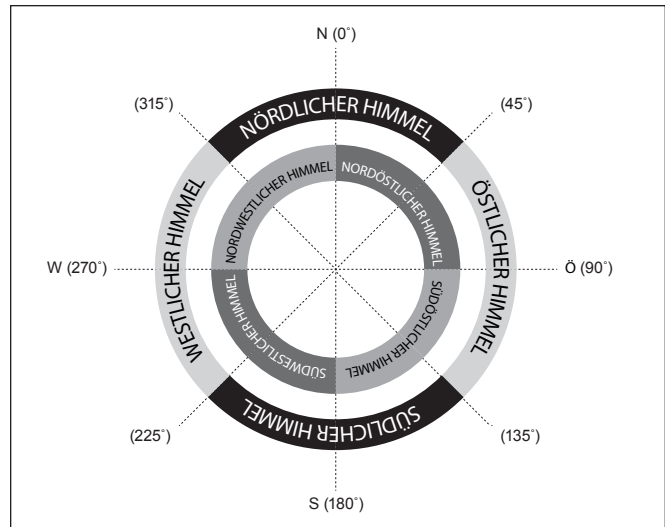

Abbildung 2. Ausrichtung der Himmelsregionen bei der Ausrichtungsmethode „Brightest Star“
2. Die Handsteuerung fordert Sie mit „Select Region (Region auswählen)“ auf, eine Himmelsregion festzulegen. Finden Sie anhand von **Abbildung 2** die Region, auf der Sie den entsprechend hellsten Stern am Himmel sehen. Es kann hilfreich sein, hierbei einen Kompass zur Hand zu haben. Es stehen acht sich überschneidende Regionen zur Auswahl, die jeweils einen Azimut-Bereich von 90 Grad abdecken. Die gewählte Richtung hat nur Einfluss auf die Auswahl des Ausrichtungssterns. Sobald die Ausrichtung abgeschlossen ist, können Sie weiterhin Objekte aus allen Himmelsregionen zur Beobachtung auswählen.